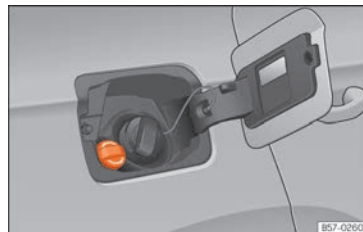

Fig. 308 Tapón de la boca de llenado del depósito de AdBlue.
- Abra la tapa del depósito »» fig. 308.
- Desenrosque la botella en el sentido contrario al de las agujas del reloj y extráigala hacia arriba con cuidado »» ❶.
- Gire el tapón de cierre de la boca de llenado de SCR hacia la izquierda »» fig. 308.